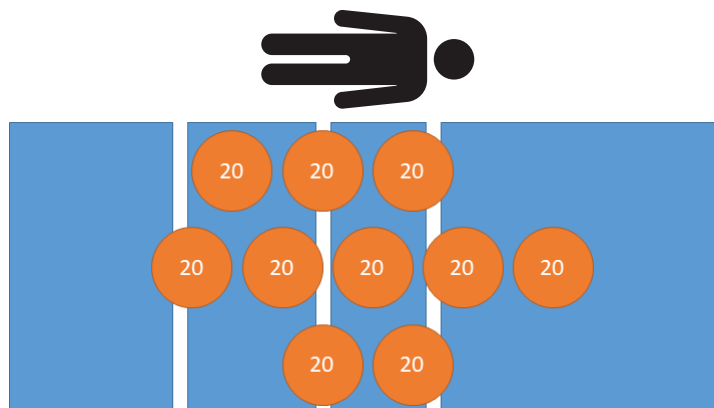

Figura 22 – Test de performanță de cântărire - 200 kg
5. Folosind greutăți calibrate, așezați 200 kg pe produs (Figura 22).
7. Folosind greutăți calibrate, așezați 200 kg pe produs (Figura 22).